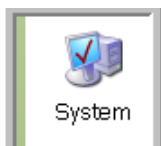

FIG. 194
2. Double-cliquez sur l'icône Système (FIG. 194).